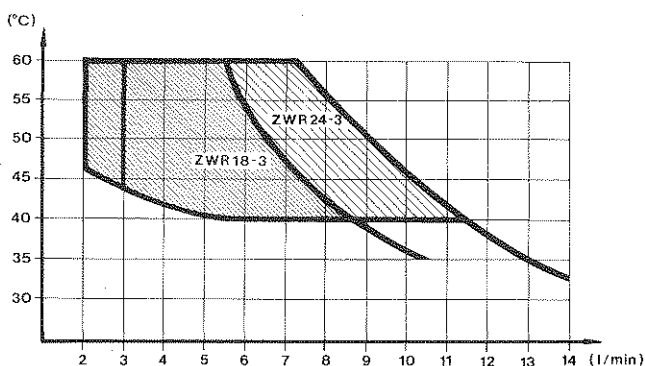

Fig. 7
Brugsvandsmængden er fra fabrikken indstillet til 5,5 l/min for ZWR 18 og til 7,2 l/min for ZWR 24. Denne kan ved hjælp af mængderegulatoren (97) indstilles til 10,5 l/min for ZWR 18 og til 12,5 l/min for ZWR 24. Hermed falder tappetemperaturen som angivet i fig. 7.